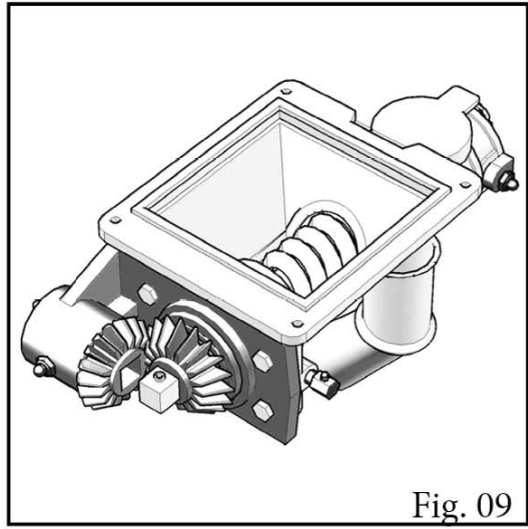

Fig. 09
- * Engraxar a mesa (caixa) de adubo figura *Fig. 09* a cada 4 horas de trabalho.